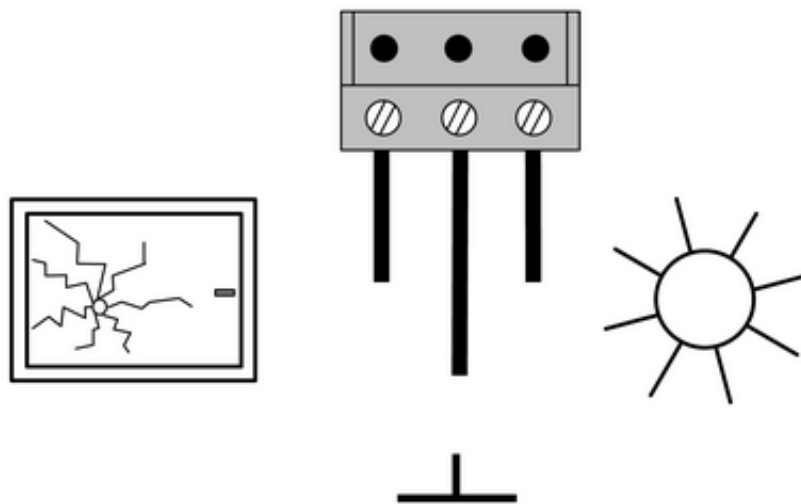

Figure 6: Raccordement au répartiteur
- Raccorder la technique sensorielle selon le schéma de raccordement (figure 6). Raccorder à gauche et au centre, le capteur de bris de vitre et à droite et au centre le capteur solaire. La « masse » est marquée sur les capteurs. Le « soleil » est marqué sur l'adaptateur et sur le câble de prolongement. La « masse » est le câble central.